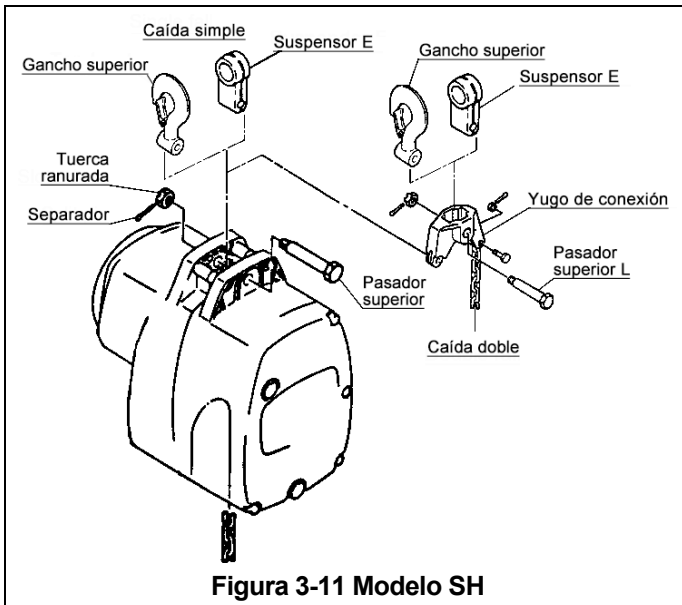
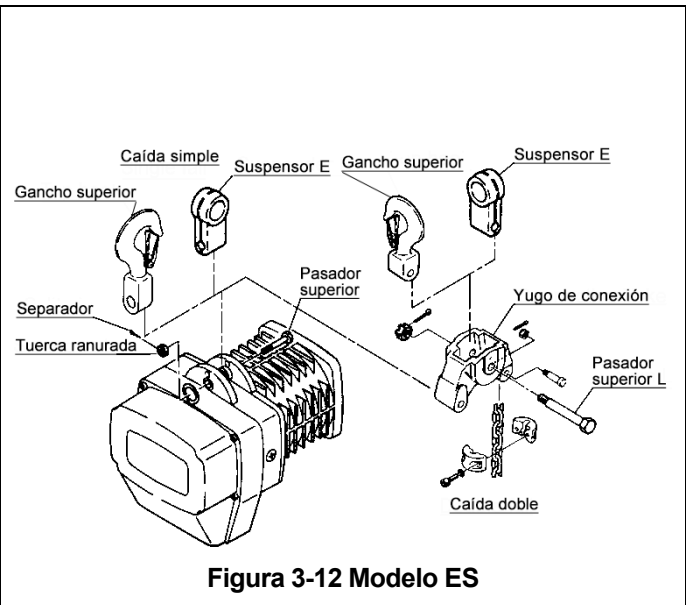

Figura 3-11 Modelo SH
Figura 3-12 Modelo ES
- 4) Unidades de caída simple: retire el ensamblaje del gancho superior retirando el separador de la tuerca ranurada. Retire la tuerca ranurada, saque el pasador superior y retire el gancho superior. Reemplace con el Suspensor E, vuelva a colocar el pasador superior, la tuerca ranurada y el separador. Asegúrese de doblar los extremos del separador lejos entre sí lo suficiente como para que el separador permanezca cautivo en el pasador superior. Consulte **Figura 3-11** o **Figura 3-12** para el producto adecuado. Sujete el polipasto/tecle al trole.
- 5) Unidades de caída doble (excepto ES de 5 toneladas): retire el ensamblaje del gancho superior retirando el separador de la tuerca ranurada. Retire la tuerca ranurada, saque el pasador superior L del yugo de conexión y retire el gancho superior. Reemplace con el Suspensor E, vuelva a colocar el pasador superior, la tuerca ranurada y el separador. Asegúrese de doblar los extremos del separador lejos entre sí lo suficiente como para que el separador permanezca cautivo en el pasador superior. Consulte **Figura 3-11** o **Figura 3-12** para el producto adecuado. Sujete el polipasto/tecle al trole.
Nota: A diferencia del polipasto/tecle de 3 toneladas (caída libre) y del de abajo (vea la Figura 3-12), el Suspensor G para un polipasto/tecle de 3 toneladas (030C) y 5 toneladas se conecta directamente al yugo de conexión sin la goma del yugo de conexión.